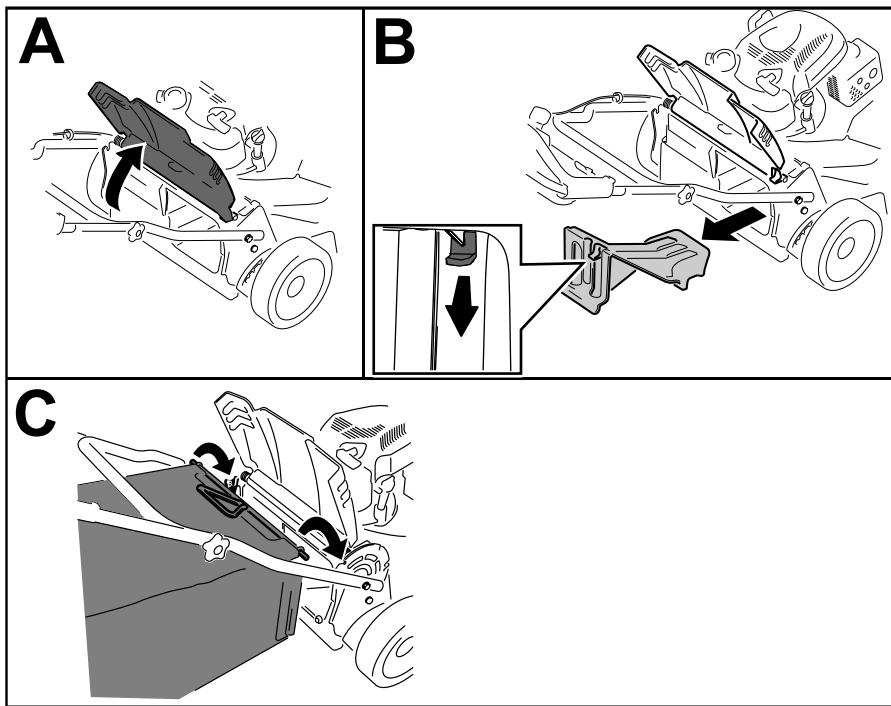

Figure 24
1. Soulevez le volet arrière et maintenez-le dans cette position (A de Figure 24).
2. Retirez l'obturateur d'éjection arrière en appuyant sur le dispositif de verrouillage avec le pouce et en tirant l'obturateur hors de la machine (B de Figure 24).
3. Placez la tige du bac dans les crans à la base du guidon et agitez le bac d'avant en arrière pour vous assurer que la tige est bien engagée au fond des deux crans (C de Figure 24)